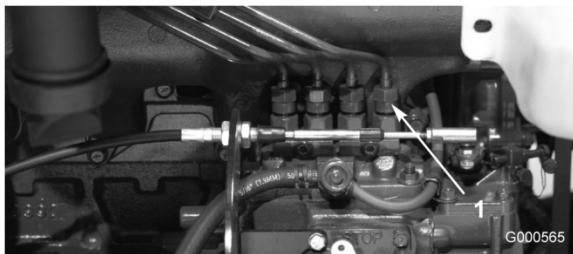

Bild 38
1. Lockern Sie den Leitungsanschluss an der Injektordüsen- und Halterungsgruppe Nr. 1 an der Einspritzpumpe (Bild 38).